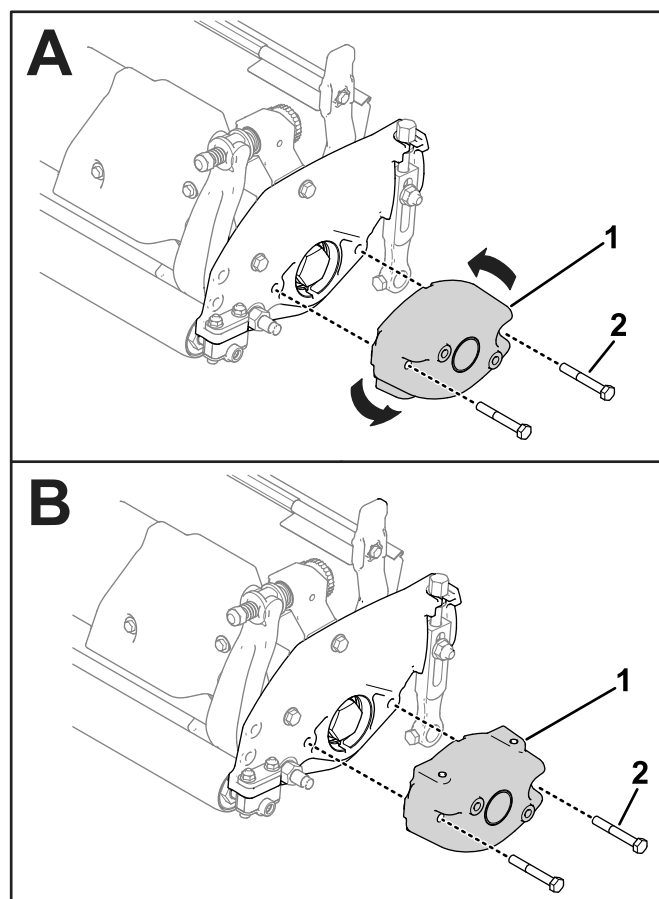

Figure 49
1. Déposez le contreponds existant de l'unité de coupe et posez le contreponds pour que les trous filetés soient dirigés vers le haut (Figure 49).